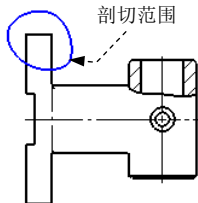

图 6.13.12 绘制剖切范围
Step2. 定义剖切范围。绘制图 6.13.12 所示的样条曲线作为剖切范围。